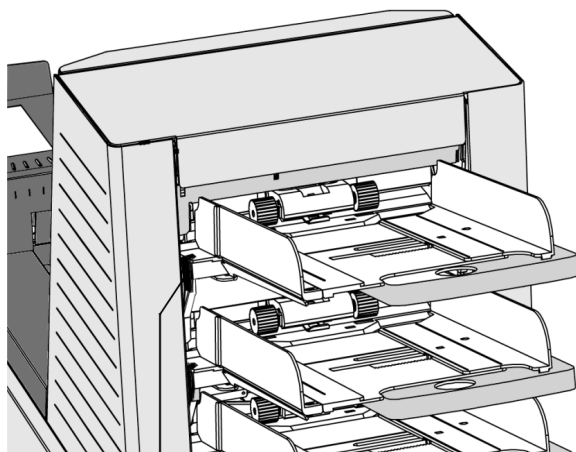

Abb. 15
- Hebel A (Abb. 15) nach unten drücken.